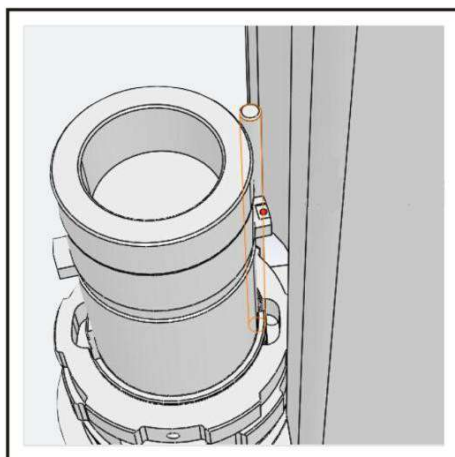

Рис. 27
- Вставьте держатель большого биговального диска в режущую головку (рис. 27), убедитесь, что красная точка держателя биговального диска совмещена с красной точкой на режущей головке, затем вставьте его в отверстие на головке.